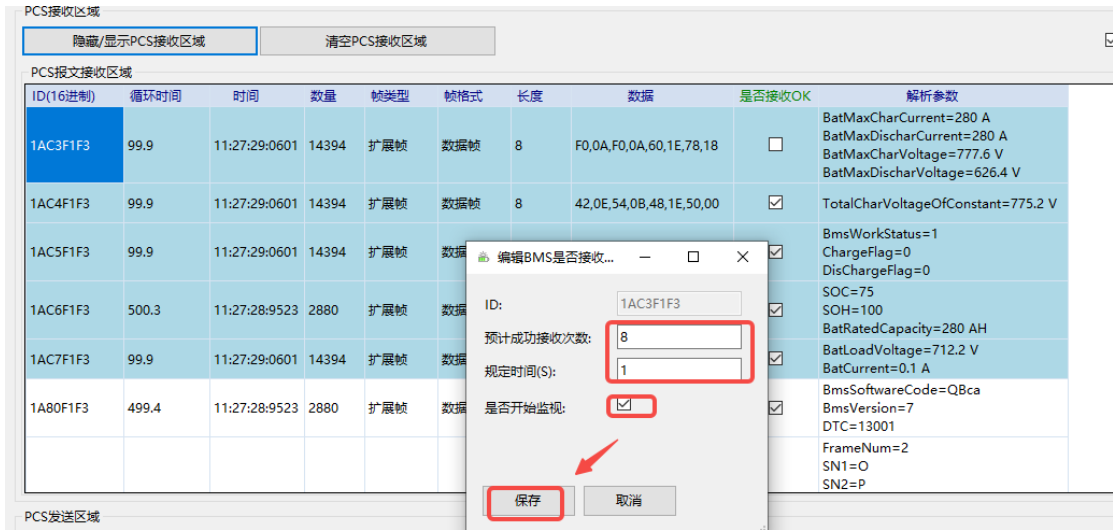

图 2-8 CAN 报文发送成功率修改
(3) 默认报文接收成功率为 80%，报文接收成功率可配置：选中某条报文鼠标右击可弹出报文接收成功率配置，如图 2-8 所示，如 1AC3F1F3 发送周期为 100ms，若要配置为 80%的成功率则需要 1s 内接收到 8 条报文，配置好后勾选“开始监听”然后点击“保存”后生效。